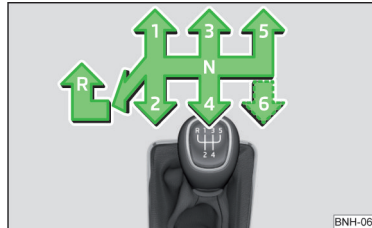

Abb. 194
Auf dem Schalthebel ist das Schaltschema für die einzelnen Gangstellungen dargestellt » Abb. 194.
- › Den Schalthebel nach unten drücken, völlig nach links und dann nach vorn in **R**-Stellung stellen » Abb. 194.